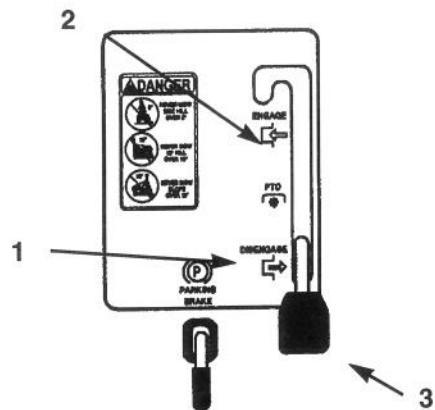

Figure 5
- Mettre la commande des lames (prise de force) sur ENGAGED (EMBRAYEE) (Fig. 5).
- Mettre la commande des lames (prise de force) sur DISENGAGED (DEBRAVÉE) (Fig. 5).